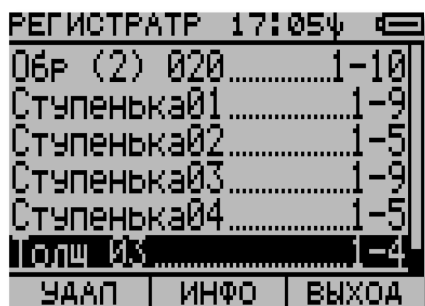

Рисунок 2.113
2) Нажать клавишу **F1** – СОЗД. для инициализации функции «виртуальная клавиатура». Пользуясь правилами пользования данной функцией, изложенными в 2.15, набрать название нового файла (рисунок 2.112). В названии не должно быть более 11знакомест, включая как буквы, пробелы, так и цифры. Нажать клавишу **F1** – СОХР. для сохранения названия файла в перечне файлов данных (новый файл добавляется в конец перечня) и для возврата к экрану редактора (рисунок 2.113).